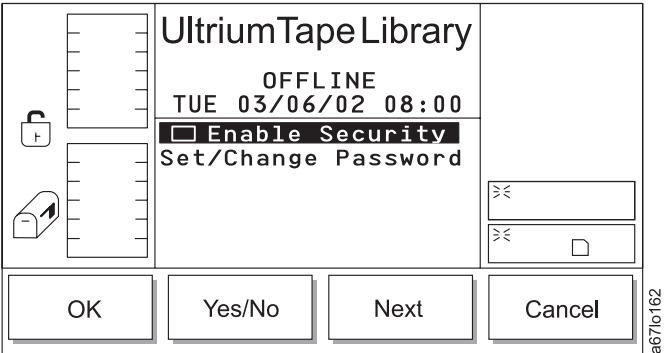

Abbildung 152. Sicherheitsdialog
- Wird **Secure** ausgewählt, erscheint der Sicherheitsdialog (siehe Abb. 152 auf Seite 168).
Tabelle 101. Übersetzung von Abb. 152, Sicherheitsdialog
- Wird **Cancel** ausgewählt, erscheint das Dienstprogrammuntermenü (siehe Abb. 152 auf Seite 168).